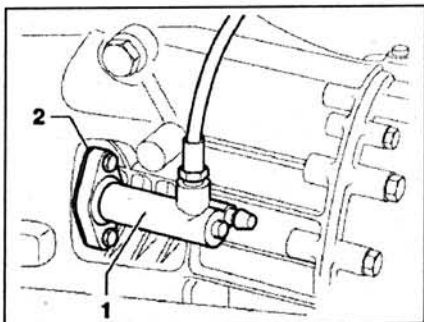

Рис. 4.20. Открутите болты крепления рабочего цилиндра сцепления 1 от коробки передач, снимите прокладку.
9. Открутите болты крепления рабочего цилиндра сцепления 1 от коробки передач, снимите прокладку 2 (устанавливается только вместе с чугунным рабочим цилиндром) и подвесьте рабочий цилиндр (рис. 4.20).